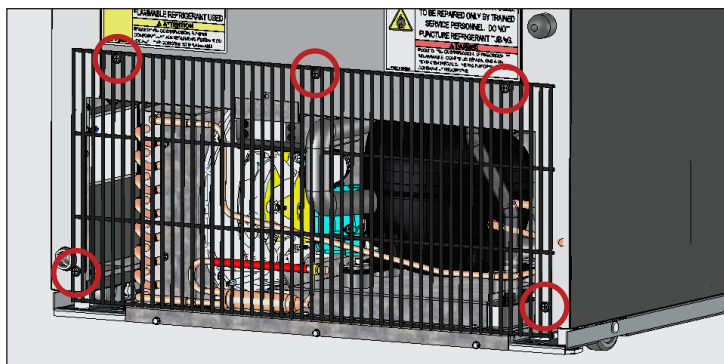

Fig. 1. CVM-11/13, ubicaciones de los tornillos de la rejilla trasera.
2. Retire la rejilla trasera. Véanse las figs. 1 y 2.